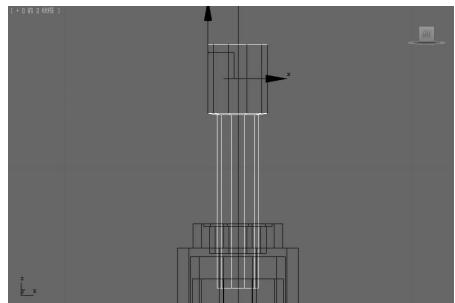

图 5-96 选中边▲
(3)在“修改”命令面板中单击“选择”卷展栏中的“边”按钮,在前视图中选中如图 5-96 所示的边子对象。